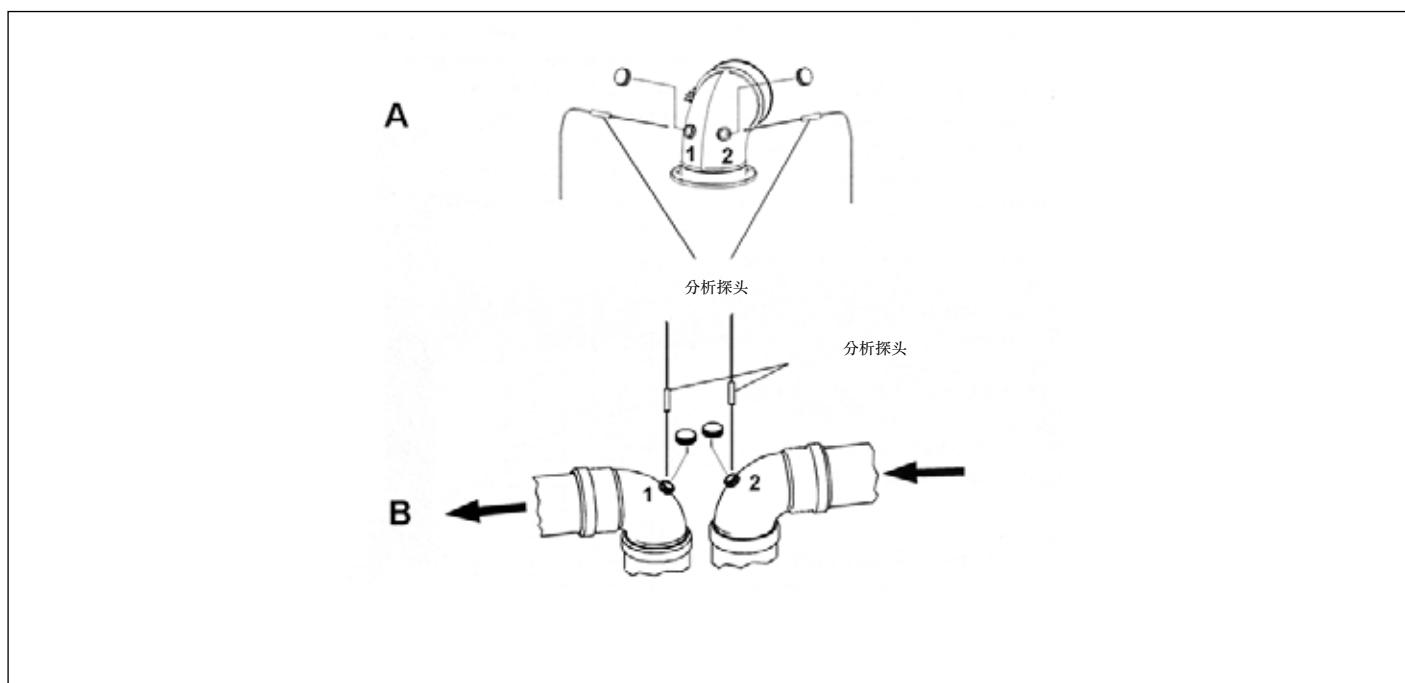

图12 烟雾检测点范例
- 通过对应孔洞1测量进气温度（参见参照图(A)图12烟雾检测点范例，对于安装了预置孔洞管道的密封式壁挂炉）。
- 通过对应孔洞2测量烟雾温度和二氧化碳值（参见参照图(A)图12烟雾检测点范例，对于安装了预置孔洞管道的密封式壁挂炉）。请当壁挂炉在正常运作时进行相关测量。
- 通过对应孔洞2测量进气温度（参见参照图(B)图12烟雾检测点范例，对于安装了预置孔洞管道的密封腔）。
- 通过对应孔洞1测量烟雾温度和二氧化碳值（参见参照图(B)图12烟雾检测点范例，对于安装了预置孔洞管道的密封式壁挂炉）。请当壁挂炉在正常运作时进行相关测量。